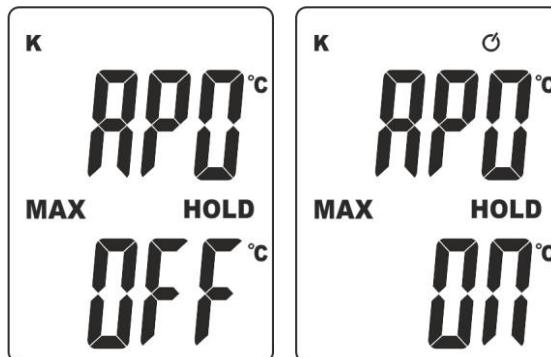

Fig. 4: Activer/désactiver la mise en veille automatique
2. En pressant longtemps (> 1s) la touche ON / OFF. Le message "APO OFF" s'affiche pendant un certain temps (voir Fig. 4 – partie gauche) et le symbole "**⌚**" disparaît de l'affichage
3. Répétez la même opération des points 1 et 2 pour activer à nouveau la fonction avec le message "APO ON" affiché à l'écran (voir Fig. 4 – partie droite) ou la fonction est automatiquement restaurée après chaque arrêt.